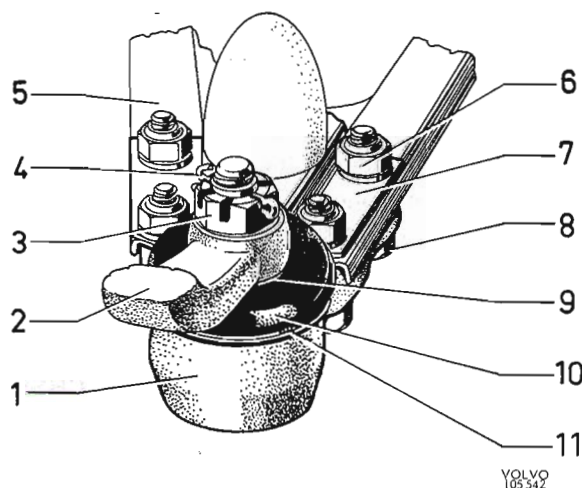

Abb. 29 Befestigung des unteren Kugelgelenkes
3. Die Mutter (6, Abb. 29) lösen und die vier Befestigungsschrauben (8) entfernen. Kronenmutter (3) entsplinten und abschrauben.
1. Kontrollieren, daß die Gummistaubkappe unbeschädigt und mit Fett gefüllt ist; ggf. mit Mehrweckfett füllen. Ferner überprüfen, daß Kugelpfanne und Sicherungsringe richtig angebracht sind, vgl. Abb. 29.
2. Kugelzapfen in die Öse des unteren Lenkhebels eindrücken und die Kronenmutter (3) aufschrauben. Anziehmoment: 4,8–5,5 mkp. Kronenmutter versplinten (4).
3. Kugelgelenk mit den Schrauben (8) und den Muttern (6) am unteren Querlenker befestigen.